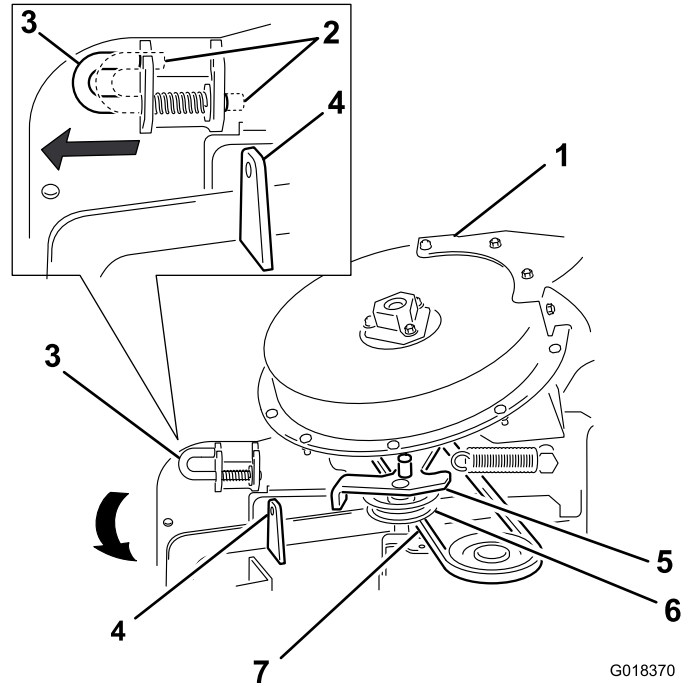

Figure 38
6. Déplacez la goupille de verrouillage de la position verrouillée à la position déverrouillée (Figure 38).
7. Fermez le ventilateur et alignez la goupille de verrouillage sur le trou dans le support de la goulotte d'éjection (Figure 38).